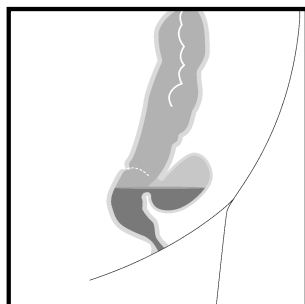

Fig. 1
3. Visueel opmeten van de holte (lengte en diameter) met de endoscoop en bepalen van de lengte en de diameter van de spons. Het sponsformaat moet zo worden gekozen dat de spons alleen in de holte ligt, maar de intacte mucosa niet raakt. Na het meten wordt de endoscoop verwijderd (Fig. 1).